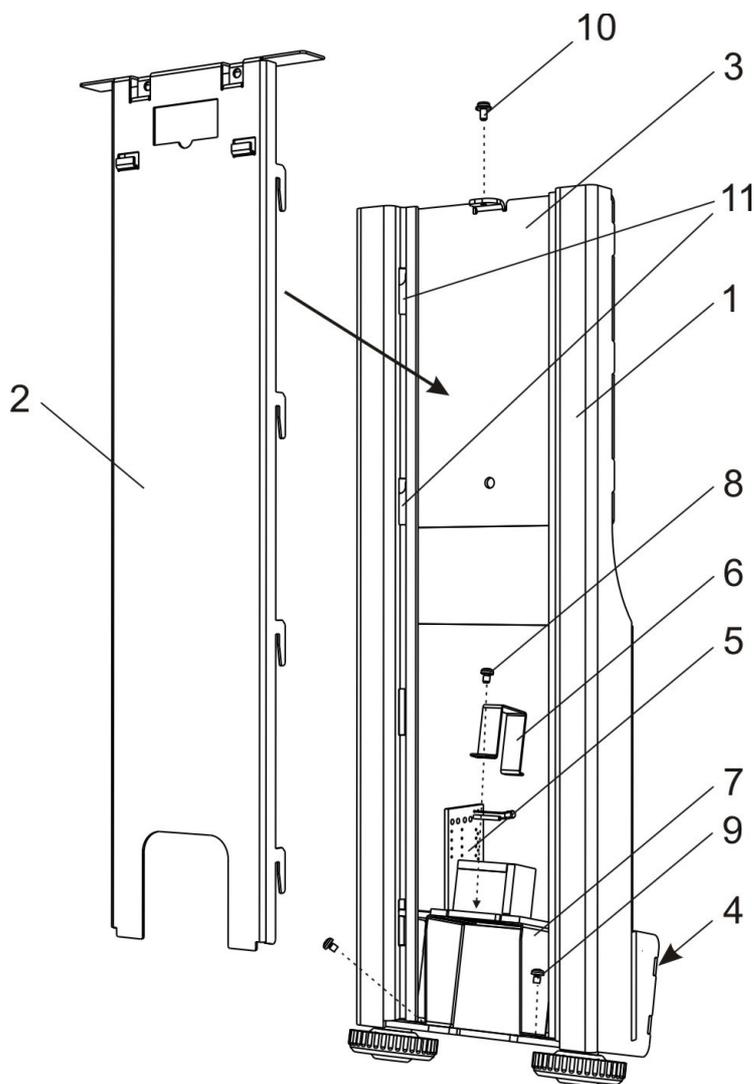

Рисунок 13
1. Установите стойку на корпусе весового блока так, чтобы кронштейн стойки **4** вошел пазами в грибки на корпусе (см. рисунок 13). Затем закрепите его с помощью винта.